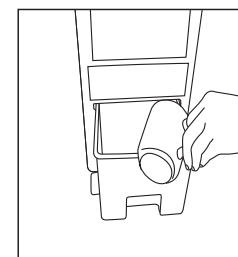

РИС. 2
4. Потяните бачок для воды и вытащите наружу около 10 см, до стопорного штифта, а затем налейте воду (рис.2). Установите бачок на место.